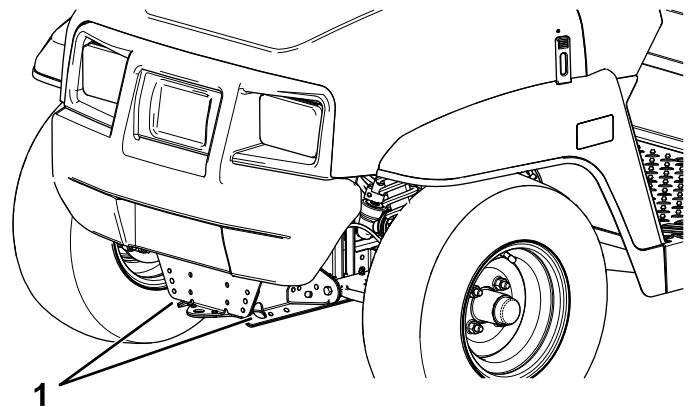
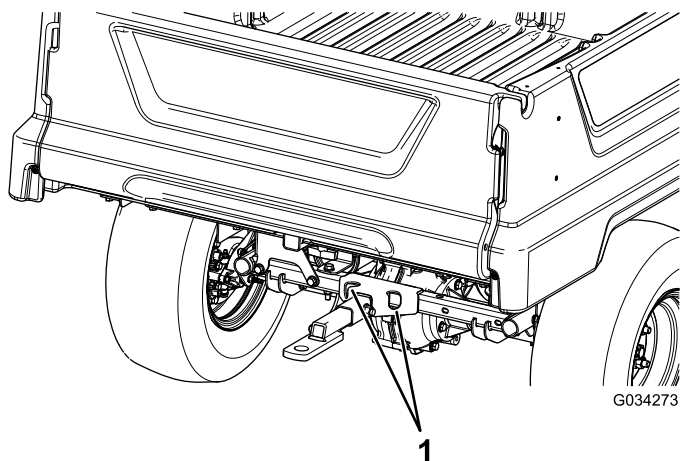

Figura 22
Figura 23
Consulte en Figura 22 y Figura 23 la ubicación de los puntos de amarre de la máquina.
2. Conecte un cable de remolque al punto de remolque, en la parte delantera del bastidor de la máquina (Figura 22).